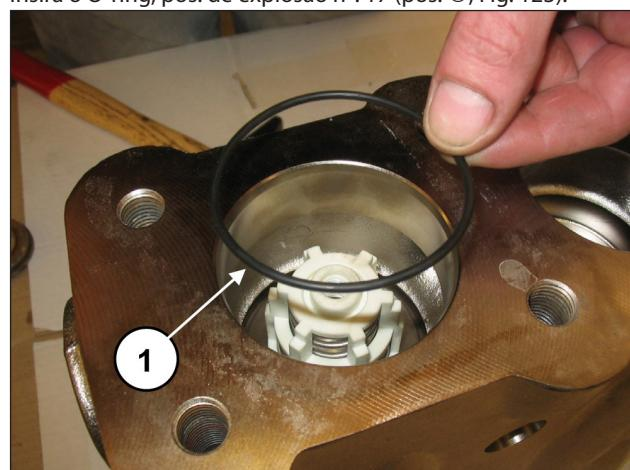

Fig. 123
Insira o O-ring, pos. de explosão nº. 17 (pos. ①, Fig. 123).